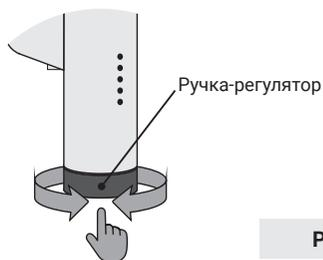

Рис.12
6.1. При нажатии на поворотный элемент (ручку-регулятор) происходит последовательное переключение между режимами (Таймер | Экстра сушка | Температура). Вращение ручки-регулятора позволяет задавать необходимые параметры температуры или времени в выбранном режиме (рис. 12).
6.3. Поворот ручки регулятора (рис. 12) по часовой стрелке включает изделие в режиме нагрева с регулировкой температуры: